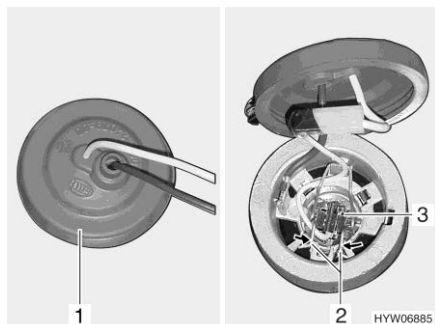

Fig. 287 Faro (vista dall'interno)
- Afferrare dietro il faro e togliere il copripolvere di gomma dall'involucro la lampada (Fig. 287,1).
- Stringere la staffa di metallo (Fig. 287,2) ed estrarla dal supporto.
- Estrarre dall'involucro la lampada ad incandescenza (Fig. 287,3) con il cavo.